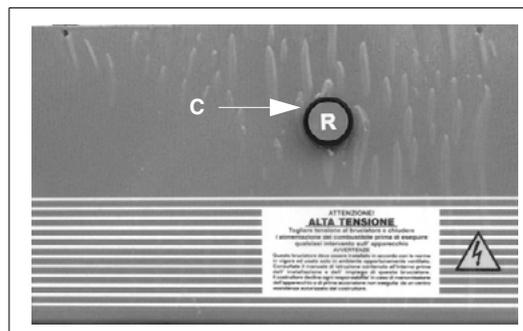

Fig. 19b - Pulsante sblocco apparecchiatura su bruciatori PN30 - PN60
- C Pulsante di sblocco apparecchiatura comando bruciatore (esclusi bruciatori PN30 e PN60, vedere Fig. 19b)